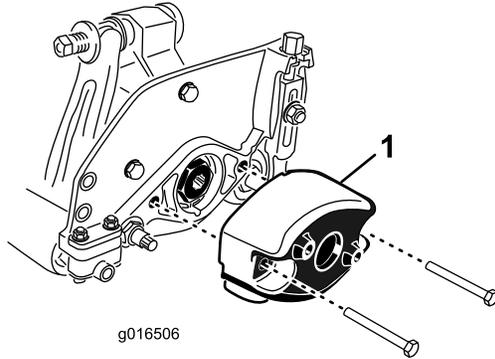

Bild 9
1. Nehmen Sie die zwei Schrauben ab, mit denen das Gegengewicht links hinten an der Schneideinheit befestigt ist. Nehmen Sie das Gegengewicht ab (Bild 9).
- Schmieren Sie rechts hinten an der Schneideinheit etwas Öl auf den O-Ring und befestigen Sie das Gegengewicht mit den vorher entfernten Schrauben (Bild 9). Ziehen Sie die Schrauben mit 16 bis 20 Nm an.